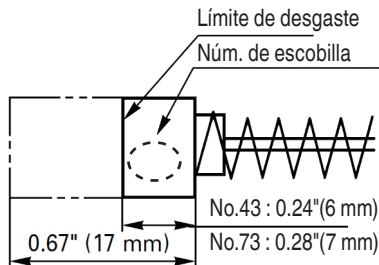

Fig. 20
4. Inspeccionar los escobillas de carb3n (Fig. 20)